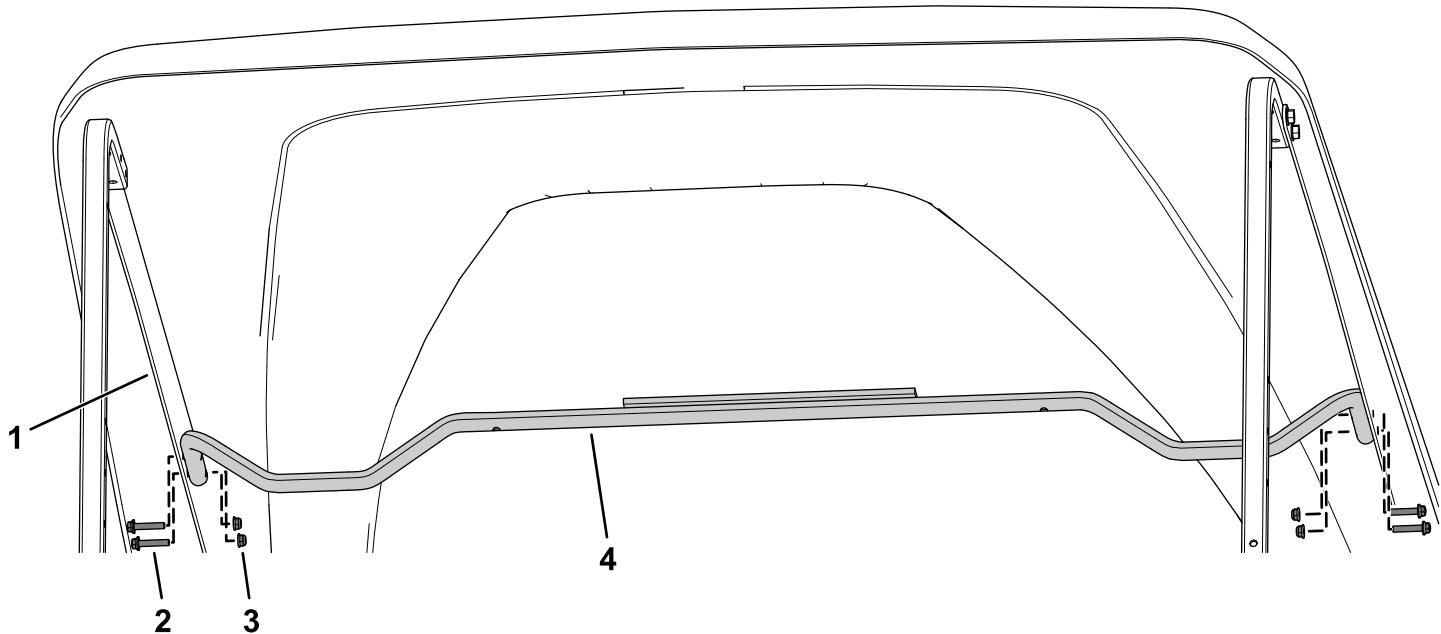

图19
2. 如图19所示用4个凸缘头螺栓 $\frac{1}{4} \times 1\frac{1}{4}$ 英寸和4个锁紧螺母 $\frac{1}{4}$ 英寸将顶篷支撑管固定至长顶篷支撑托架。